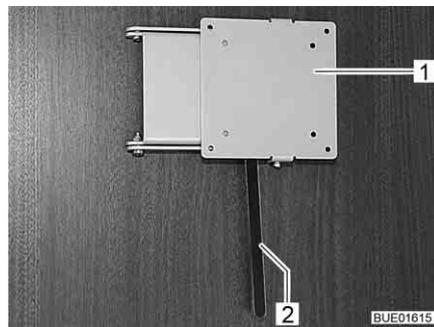

Fig. 51 Supporto con leva di sbloccaggio
- Spingere di lato la leva di sbloccaggio (Fig. 51,2) e ruotare il supporto (Fig. 51,1) con lo schermo piatto nella posizione desiderata.
- Riportare indietro lo schermo piatto finché il supporto (Fig. 51,1) non si innesta nel bloccaggio.